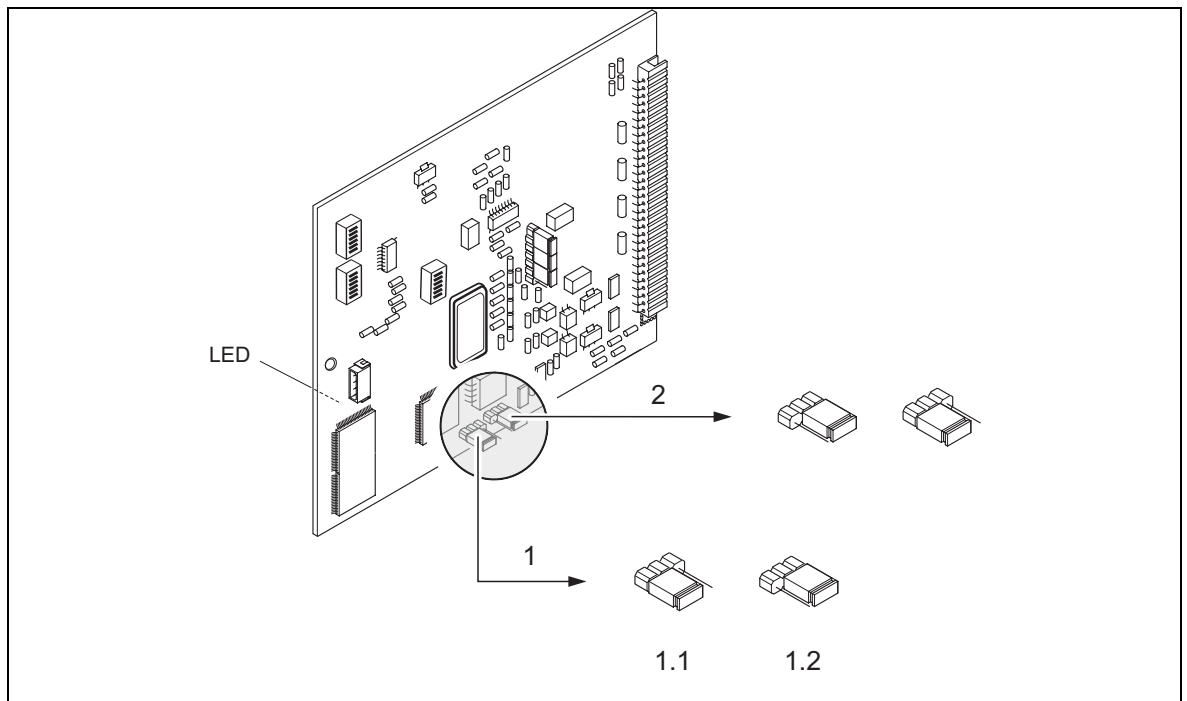

Рис. 26: Аппаратная конфигурация (плата ввода/вывода)
3. Включить или выключить защиту от записи с помощью переключек (см. Рис. 26).